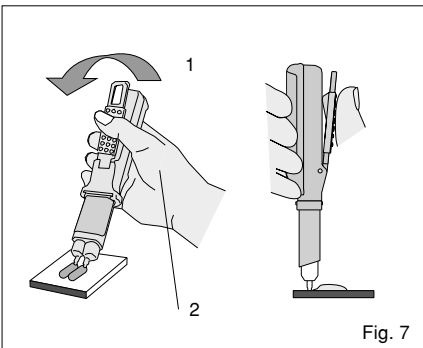

Fig. 7
- c. Pendant que vous abaissez le levier, égalisez et coupez la quantité de matériau extraite des embouts de la cartouche en positionnant la cartouche et le distributeur en position verticale sur le bloc de mélange. (Fig. 7)
- c. Mientras presione la palanca, nivele e interrumpa el material que sale de las puntas del cartucho moviendo el cartucho y el aplicador a una posición vertical sobre el bloque de mezclas. (Fig. 7)